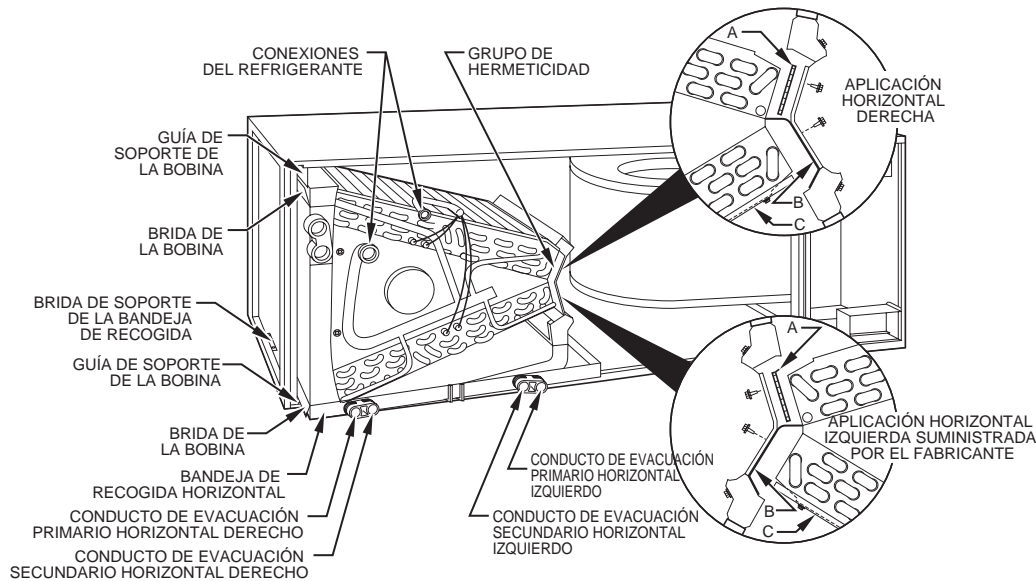

Fig. 4 - Conversión para aplicaciones horizontales a la derecha con bobina A
1. Quitar el ventilador y los paneles de acceso a la bobina (Véase fig. 4).
- b. Quitar el splitter (B) del grupo de hermeticidad de la bobina quitando los 3 tornillos (Véase fig. 4 - instrucciones adicionales facilitadas por el fabricante).
- c. Quitar la placa del dispositivo de llenado (A) e instalar el splitter en el lugar de la placa de llenado.
- d. Instalar la placa de llenado (A) tal como se indica en la aplicación horizontal derecha.